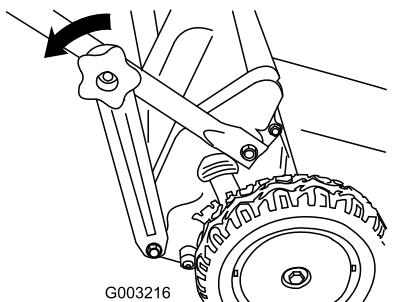

Figura 42
1. Togliete le manopole della sezione inferiore della stegola e staccate le staffe da entrambi i lati inferiori della stegola (Figura 42).